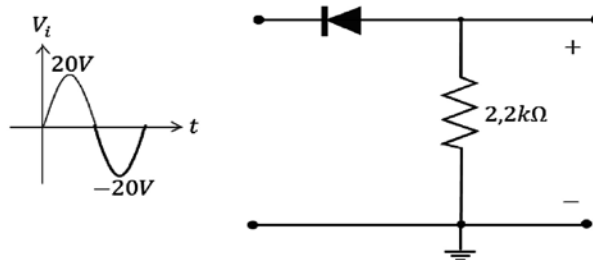

Figura 3.55 Ejercicio con señal AC de entrada. Fuente: [2]
d) En el circuito de la figura 3.55, se pide hallar la corriente que circula por la carga.